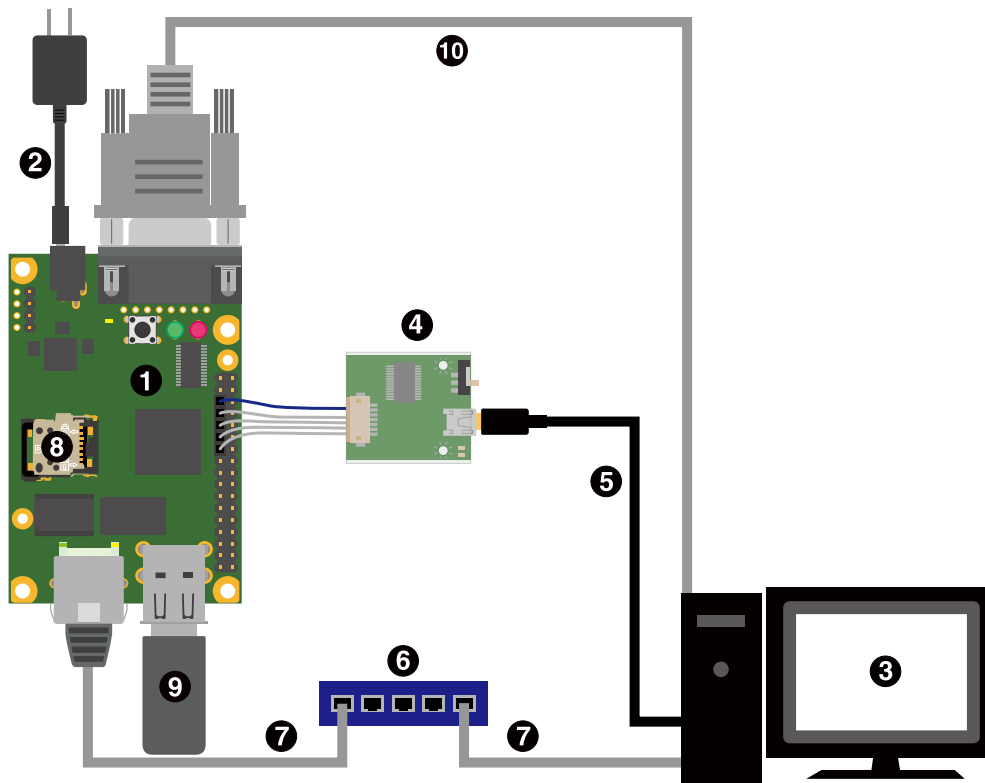

図 3.2 Armadillo-640 の接続例
Armadillo-640 と周辺装置の接続例を「図 3.2. Armadillo-640 の接続例」に示します。
1. Armadillo-640 と開発用パソコンを開発セットに同梱されています USB(A オス-microB)ケーブルで接続します。Armadillo-640 側は「図 3.2. Armadillo-640 の接続例」に示す「④USB シリアル変換アダプタ」に microB を、開発用パソコン側は Type-A を接続してください。